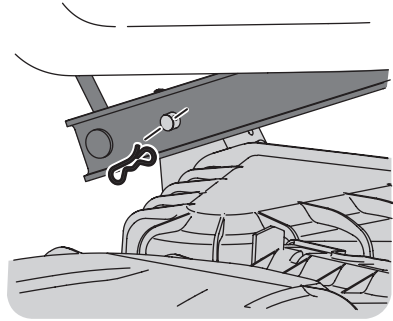

Figure 41
11. Placez-vous sur le côté gauche du plateau de coupe pour trouver la goupille située à l'arrière gauche (Figure 41).
12. Retirez la goupille et faites sortir la goupille du bras de relevage (Figure 41).